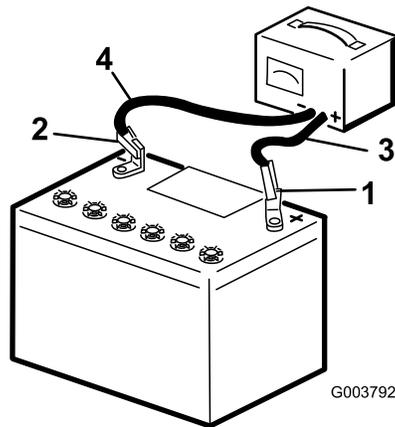

図 39
2. 3-4 Aで4-8時間充電する 図 39。充電しすぎないように注意すること。
3. 充電が終わったら、チャージャのプラグをコンセントから抜いてから、チャージャのリード線をバッテリー端子から外す 図 39。